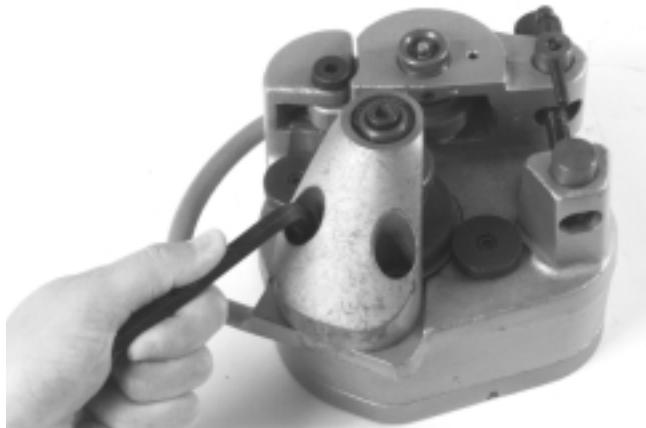

Figura 12 – Instalación de un rodillo de accionamiento
7. Si instalará rodillos de accionamiento para tubos de 4 a 6 pulgs. Tipo 40, ó de 8 a 12 pulgs. del Tipo 10, coloque los tornillos contra el alojamiento de sujeción y apriételos con una llave hexagonal de $\frac{3}{8}$ pulg. (Figura 12).